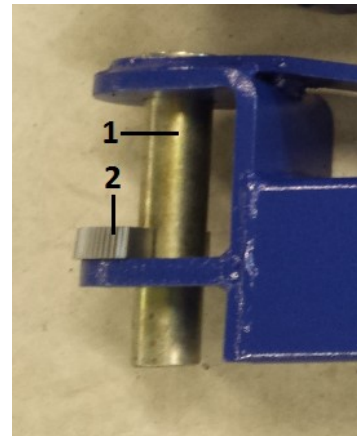

Abb.18
1. Entfernen Sie den Stift (1, Abb. 18) aus dem Arm.
2. Schmieren Sie den Stift, die Zähne der Arretierung (2 Abb. 18) sowie die Verzahnung in der Säule mit EP40 Multi-fett.